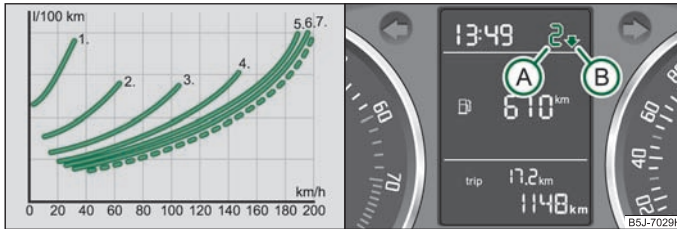

Abb. 129 Kraftstoffverbrauch / Schaltempfehlung für Gangwechsel
Die ⇒ Abb. 129 zeigt das Verhältnis von Kraftstoffverbrauch zur Geschwindigkeit in dem jeweiligen Gang. Der Kraftstoffverbrauch im 1. Gang ist am höchsten. Im höchsten Gang ist der Verbrauch am niedrigsten.
Im Display des Kombi-Instruments wird eine Information zum geschalteten Gang (A) ⇒ Abb. 129 angezeigt.